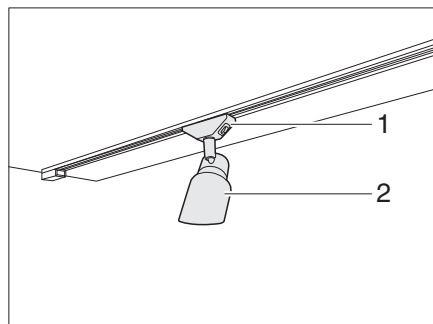

Fig. 60 Foco (ejemplo)
- Sujetar el soporte (Fig. 60,1) y girarlo en 45°.
- Sacar el foco (Fig. 60,2) del sistema de rieles.
- Colocar el foco (Fig. 60,2) en el sistema de rieles en la posición deseada y girarlo en 45°.